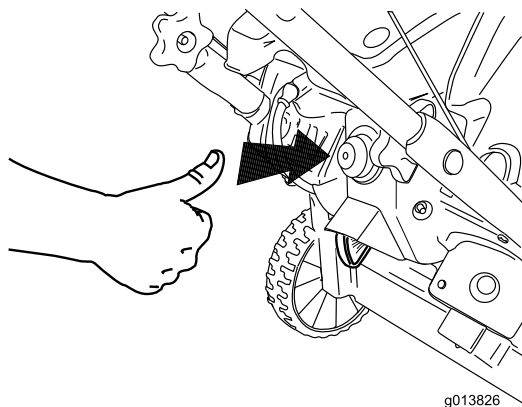

Figure 14
3. Appuyez fermement sur l'amorceur avec le pouce comme indiqué dans le tableau ci-dessous, en marquant une pause d'une seconde chaque fois (Figure 14).